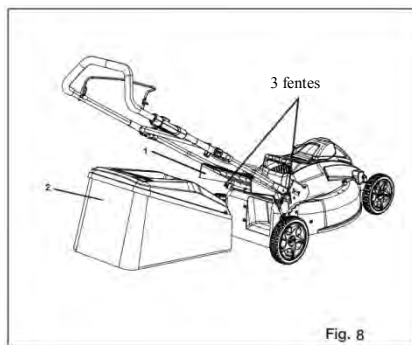

Fig. 8
**REMARQUE :** Se reporter à la figure 8
- Pour **RÉGLER** la hauteur de la lame, saisissez le levier de réglage de la hauteur, tirez sur le côté et faites-le avancer (1).
- Pour **ABAISSER OU ÉLEVER** la hauteur de la lame, déplacez le levier comme indiqué à la Fig. 8. La hauteur de la tondeuse peut être abaissée en déplaçant le levier vers l'avant et relevée en le déplaçant vers l'arrière (2).